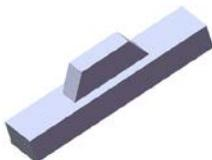

图 15.3.11 凸台一拉伸 2
(4) 单击 按钮，完成凸台一拉伸 1 的创建。
Step3. 创建图 15.3.11 所示的零件基础特征——凸台一拉伸 2。
(1) 选择命令。选择下拉菜单 **插入(I)** → **凸台/基体(B)** → **拉伸(E)...** 命令(或单击“特征(F)”工具栏中的  按钮)。
(2) 定义特征的横断面草图。
① 定义草图基准面。选取上视基准面作为草图基准面。